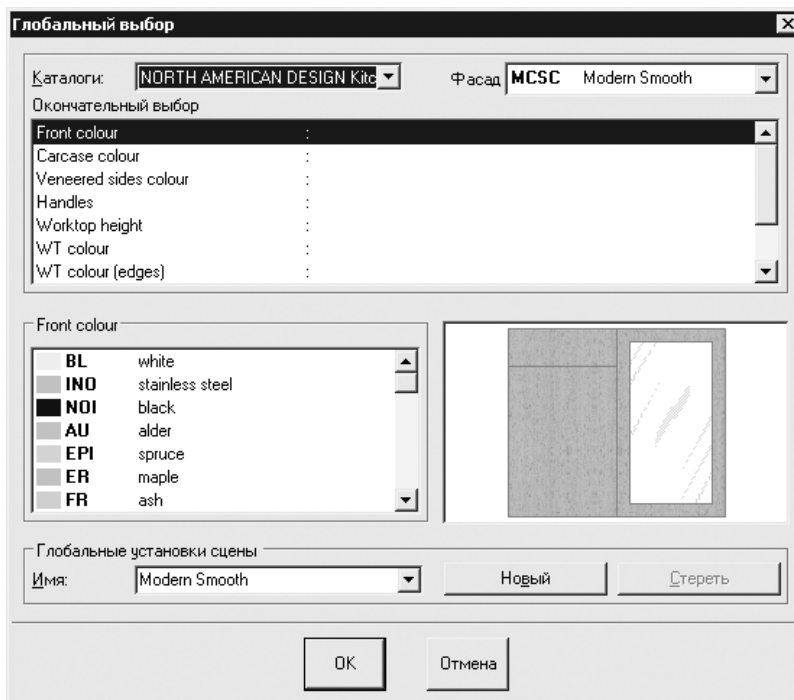

Рис. 6.5
3. Заполнив карточку заказа, нажать кнопку ОК — откроется окно ввода базового каталога, который будет положен в основу дизайнерского проекта и модели фасада (рис. 6.5).